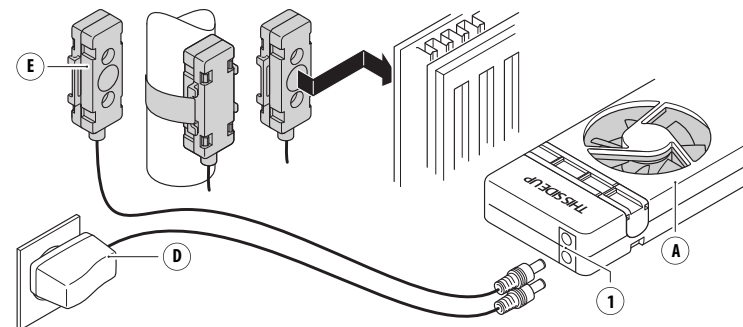

Abb. 10 – Anschließen des Netzadapters (D) und des Temperaturfühlers (E).
1. Schließen Sie das Kabel des **Automatic Sensor** (E) an eine der **weiblichen Buchsen** (1) des **SpeedComfort** (A) an.
2. Befestigen Sie den **Automatic Sensor** (E) mit den Magneten an der Rückseite des Heizkörpers in der Nähe des Vorlaufrohrs oder direkt am Vorlaufrohr selbst (siehe Abb. 10).
3. Bei der Platzierung des **Automatic Sensor** (E) an einem Konvektor:
4. Schließen Sie den **Netzadapter** (D) an die andere **weibliche Buchse** (1) an und stecken Sie den Adapter in die Steckdose (siehe Abb. 10).